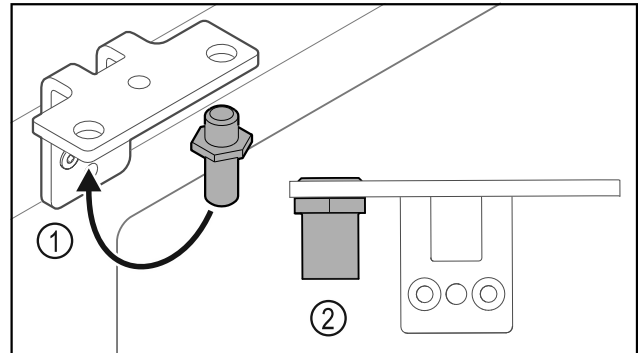

Fig. 23
- Premiestnite čap Fig. 23 (1) v uholníku závesu.
- Utiahnite čap Fig. 23 (2) **ťahovacím momentom 12 Nm**.